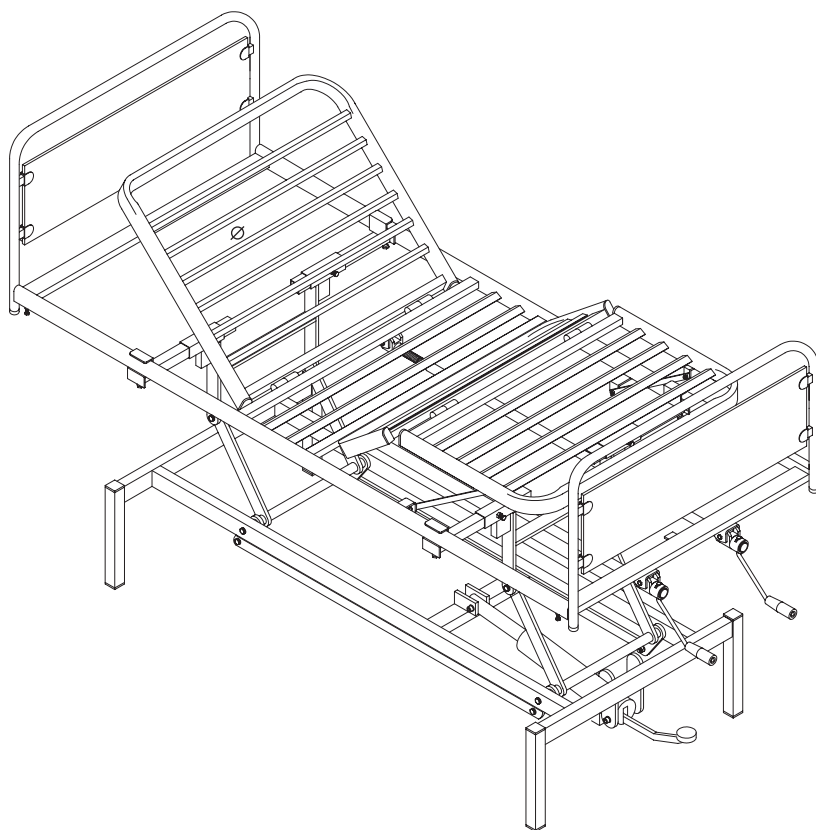

Fig. 2 Letto a 3 snodi, 4 sezioni, alzatasta e alzagambe a manovella. Carrello altezza variabile movimentazione oleodinamica (Art. A 7032/AO).
1.2.2 Letto a 3 snodi, 4 sezioni, regolazioni a mezzo manovelle Art. A 7032 (Fig. 2)
Art. .../AO (Fig. 2).**